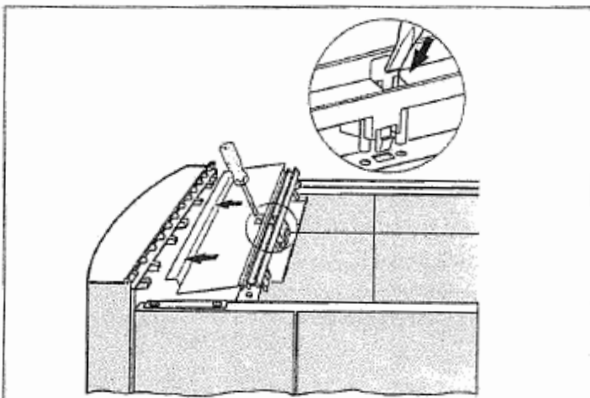

Abb. 3 Abdeckung des Schaltfeldes
- Abdeckung des Schaltfeldes entfernen (Abb. 3)